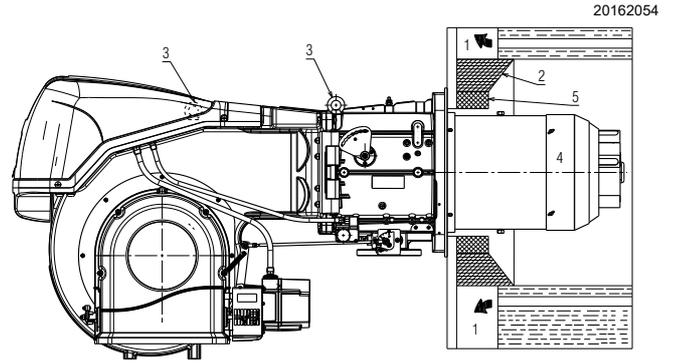

Fig. 13
Pour les chaudières avec circulation des fumées sur l'avant 1)(Fig. 13), ou avec chambre à inversion de flamme, réaliser une protection en matériau réfractaire 5), entre le réfractaire de la chaudière 2) et l'embout gueulard 4).
Pour les chaudières avec la partie avant refroidie avec de l'eau, le revêtement réfractaire 2)-5)(Fig. 13), n'est pas nécessaire, sauf demande expresse du fabricant de la chaudière.
Prédisposer un système de levage adapté du brûleur en s'accrochant aux anneaux 3)(Fig. 13).
- Introduire la protection thermique fournie sur l'embout 4)(Fig. 13).
- Décrocher le tirant 1)(Fig. 13) du levier de mouvement vanne papillon gaz, en retirant l'écrou.